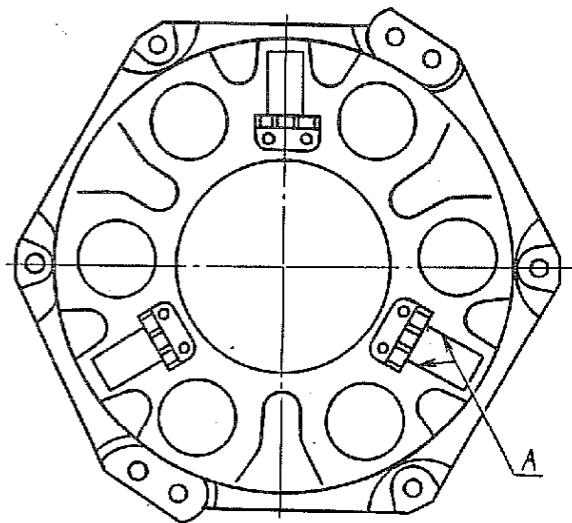

Рис. 128. Кожух сцепления
2.6. Кожух сцепления (рис. 128)